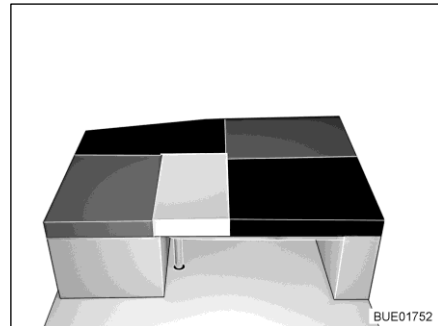

Fig. 163 Después de la transformación
- Colocar el cojín del respaldo del asiento lateral / banco lateral en la mesa (entre el cojín del asiento del asiento lateral / banco lateral y el cojín adicional, véase Fig. 163).